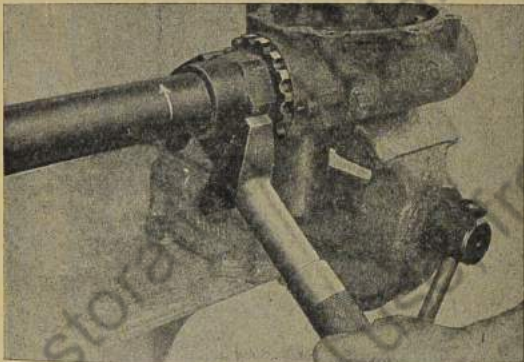

Bild 571: Mantelrohr abschrauben
6. Mantelrohr mit entsprechendem Schlüssel abschrauben (Bild 571).